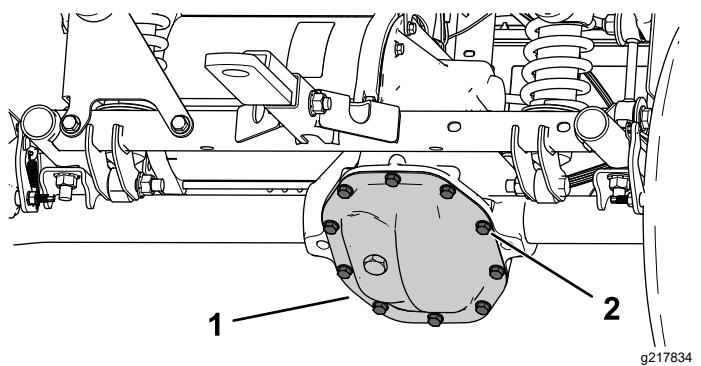

Figure 51
1. Placez un bac de vidange sous la protection de la boîte-pont (Figure 51).
2. Retirez les boulons de la protection de la boîte-pont moteur et vidangez tout le liquide (Figure 51).